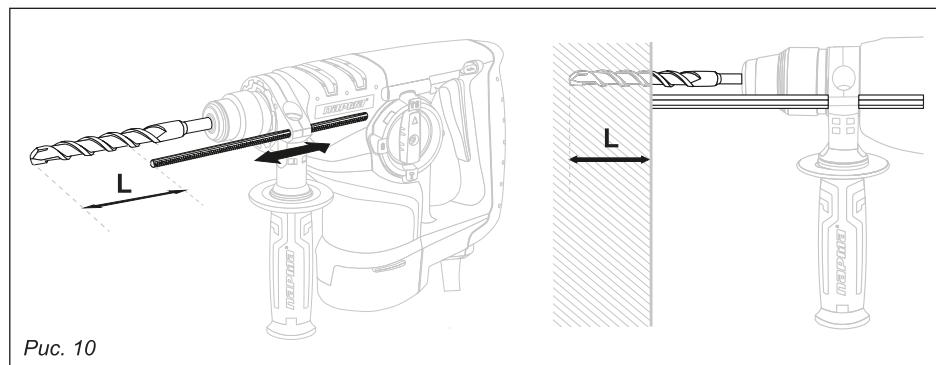

Рис. 10
6.6. Ограничитель сверления (рис. 10)